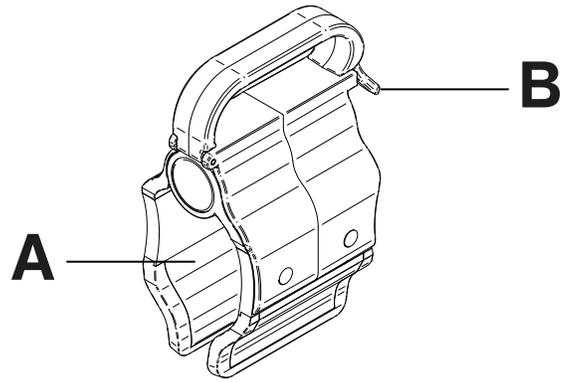

Figure 115 – Clip de gestion des câbles
1. Ouvrir le clip (A) (Figure 115).
1. Soulever la languette du clip (B) (Figure 115).